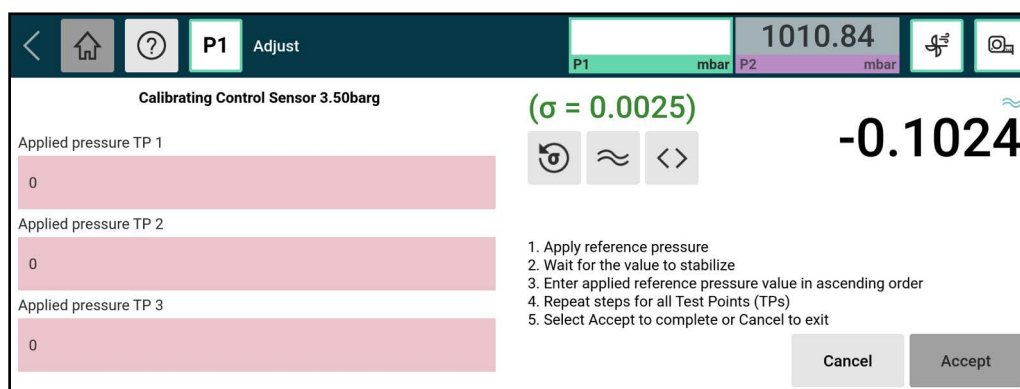

Figure A-10 : Écran d'ajustement du capteur
- **Ajuster** - ouvre l'écran **Ajuster** pour le capteur sélectionné. Voir Figure A-10.
Figure A-10 Affiche l'écran d'ajustement du capteur **que vous utilisez pour calibrer les capteurs de pression. Pour trouver cet écran, sélectionnez l'icône Paramètres** , puis **Calibration** et entrez le code PIN de calibration, puis sélectionnez **Correction** du capteur et sélectionnez le capteur à calibrer. Enfin, sélectionnez **Ajuster**.